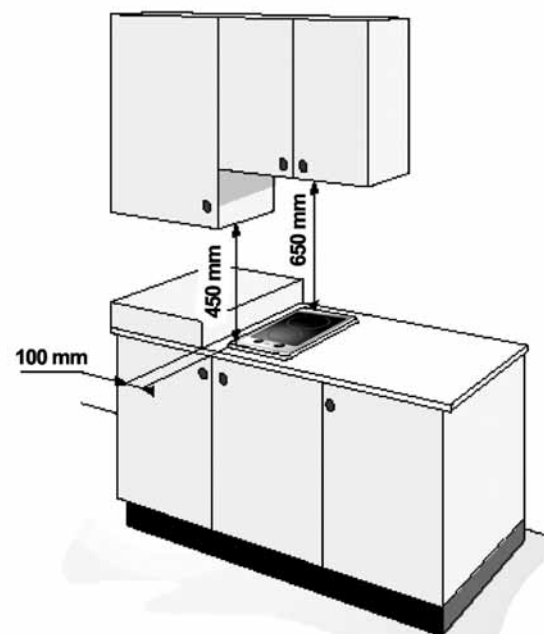

Fig. 2
- Et tilstøtende høyskap må monteres minst 100 mm fra kanten på komfyrtoppen (fig. 2).